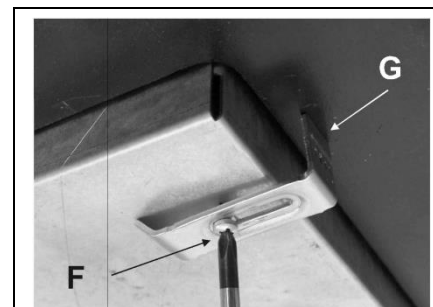

РИС. 10
- Установить варочную панель в отверстие, сделанное в мебели, и закрепить ее винтами «F» при помощи крепежных крюков «G» (см. рис. 10).